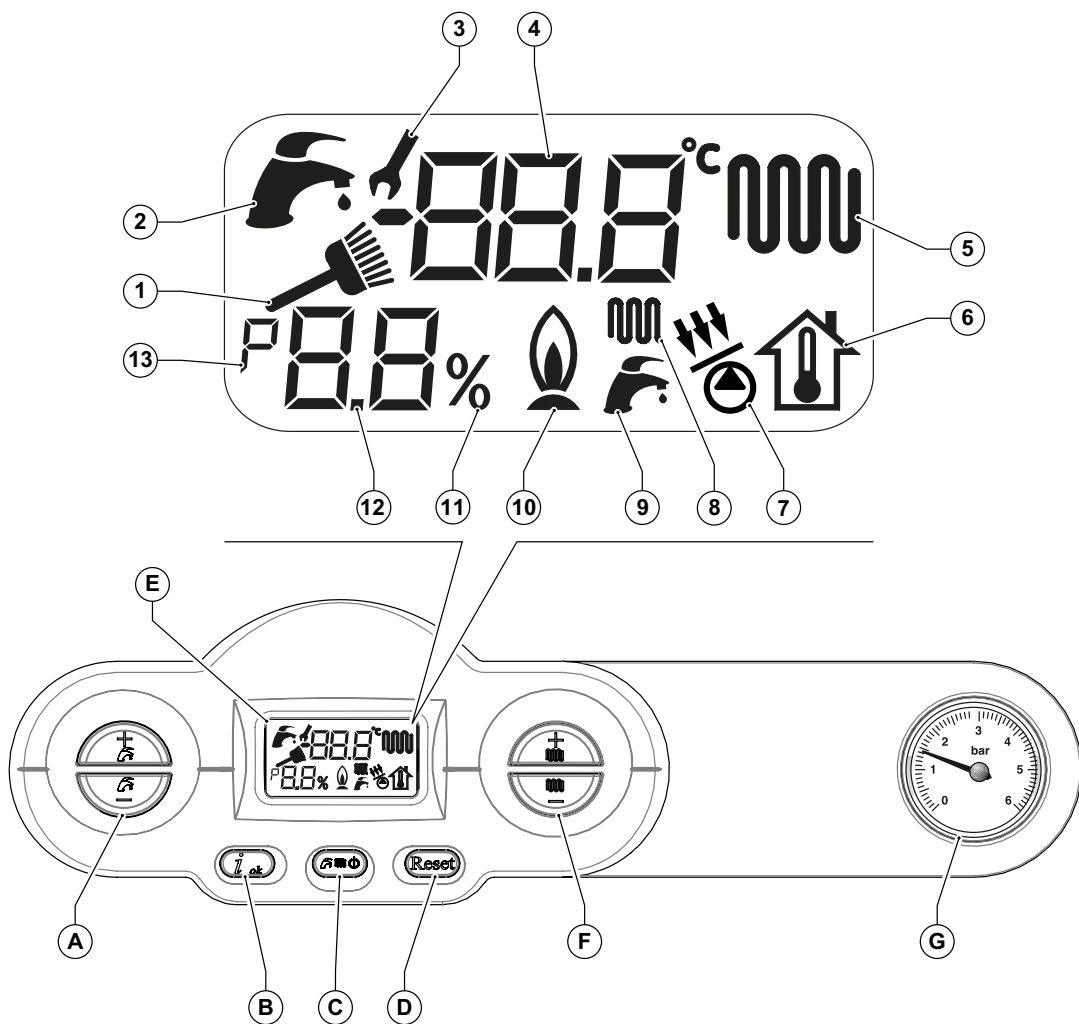

Fig. 1 Panneau de commande
- Choisir le système de fonctionnement de la chaudière: OFF/ÉTÉ+CONFORT/ÉTÉ/HIVER+CONFORT/HIVER/CHAUFFAGE (voir touche (C) en Fig. 1 Panneau de commande à la page 8).
Quand la fonction CONFORT est active, sur le panneau de commande le symbole 9 clignote: indicateur état chaudière - sanitaire (voir Fig. 1 Panneau de commande à la page 8).